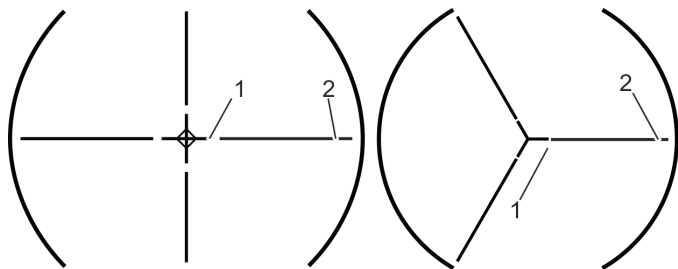

Рис. 47 Створка в исходном положении (четыре и три створки)
4. Повернуть ручку на крестовине (рис. 47/2) обратно для того, чтобы зафиксировать створку (рис. 47/1).
- » Створки установятся в исходное положение (рис. 47).